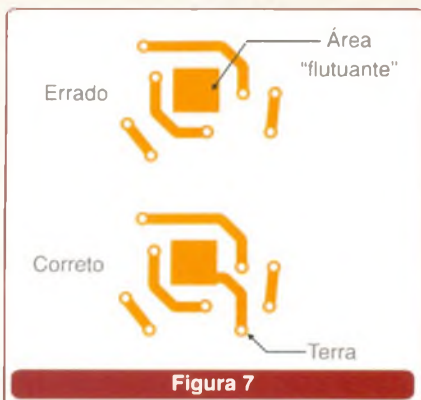

Figura 7
- Não deixe áreas condutoras flutuantes (desconectadas), pois elas podem funcionar como irradiadores de EMI. Sempre que possível, essas áreas devem ser ligadas ao ponto de terra do circuito, conforme ilustra a **figura 7**.